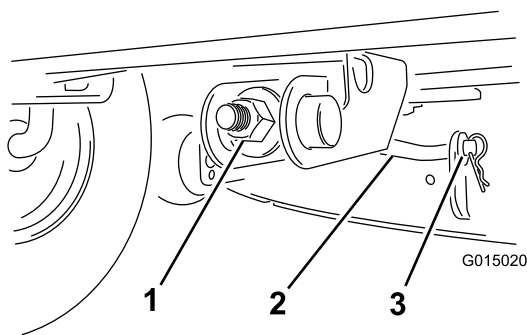

Figure 34
6. Retirez la goupille fendue et la rondelle de la tige de support avant (Figure 34) et abaissez le plateau de coupe sur le sol avec précaution.
8. Fixez la tige de support avant au plateau de coupe à l'aide de la rondelle et de la goupille fendue (Figure 34).